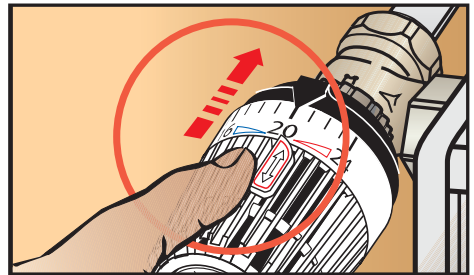

Abb. 9: Sparclip nach vorn schieben
- Den Sparclip **ganz nach vorn** schieben (Abb. 9).